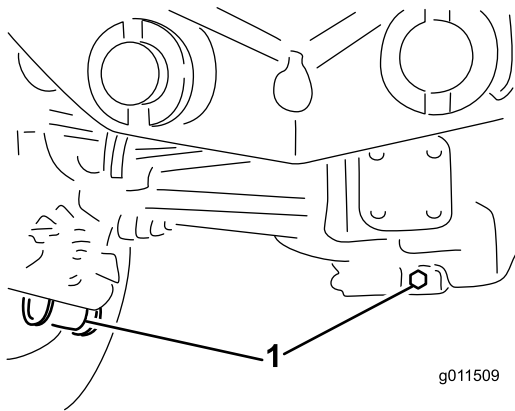

Figura 63
2. Limpe a zona em redor dos 3 tampões de escoamento, 1 em cada extremidade e 1 no centro (**Figura 63**).